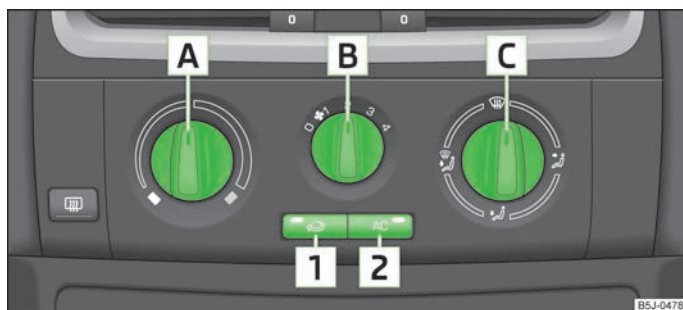

Fig. 73 Sistema de aire acondicionado: Elementos de mando
El sistema de refrigeración funciona sólo si se pulsa la tecla **AC** [2] » fig. 73 y se cumplen las siguientes condiciones:
- Girar el regulador giratorio **A** » fig. 73 hacia la derecha para elevar la temperatura.
- Girar el conmutador del ventilador **B** » fig. 73 a una de las posiciones, 1 a 4, para conectar el ventilador.
- Con el regulador de distribución de aire **C** » fig. 73, se regula el sentido de salida del aire » página 72.
- Pulsar la tecla **AC** [2] » fig. 73, en la tecla se encenderá el testigo.
- Elementos de mando **A** » fig. 73, **B**, **C** y las teclas **1** y **2**.
➤ Pulsar la tecla **1** » fig. 73, en la tecla se encenderá el testigo.
➤ Pulsar de nuevo la tecla **1** » fig. 73 - se apagará el testigo de control en la tecla.
Si el regulador de la distribución de aire **C** » fig. 73 se encuentra en la posición , el servicio de aire circulante se desconectará automáticamente. Pulsando repetidamente la tecla , se puede volver a conectar el servicio de aire de circulación también en esta posición. ➤